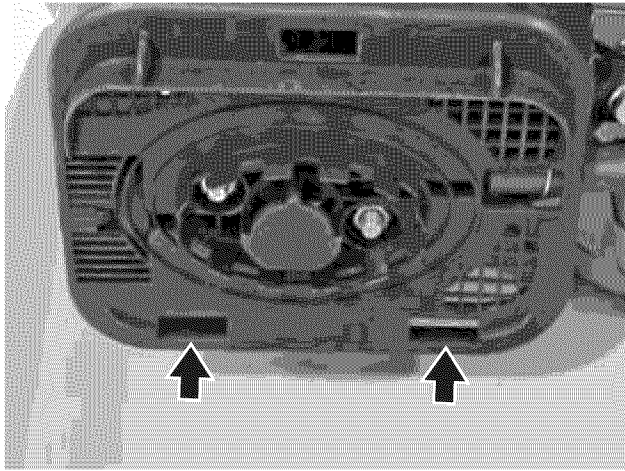

Figura 31 – Colocación de la cubierta del filtro de aire
11. Asegúrese de que las bisagras en la base de la cubierta del filtro de aire estén insertados en forma apropiada en los orificios en la base del armado del filtro de aire (ver Figura 31).